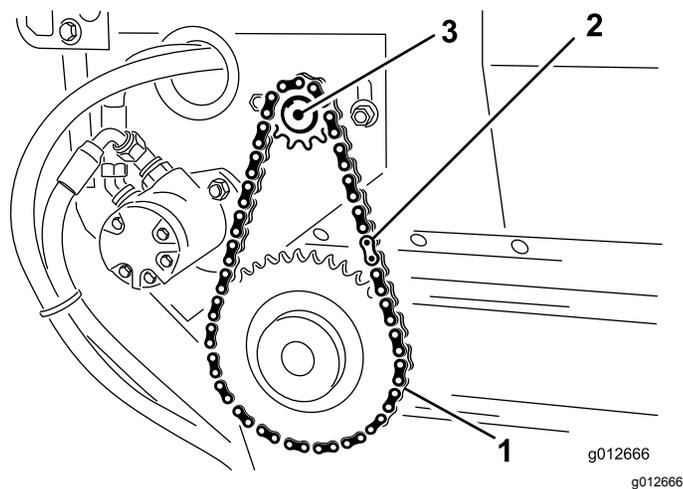

Figure 32
1. Installez la chaîne sur le petit pignon et fixez-la avec le maillon de fermeture (Figure 32).